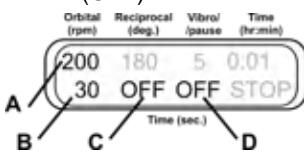

Рисунок 4.
- 6.9.1. **Орбитальное движение.** Установите скорость (рис. 4/A, 20–250 об/мин) и время (рис. 4/B, 1–250 с) орбитального движения. Отключите возвратно-поступательное движение (рис. 4/C), установив время цикла на ноль (OFF). Отключите вибрирующее движение (рис. 4/D), установив время цикла на ноль (OFF).